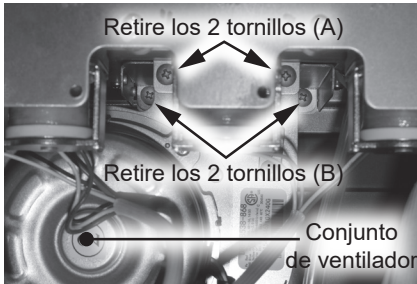
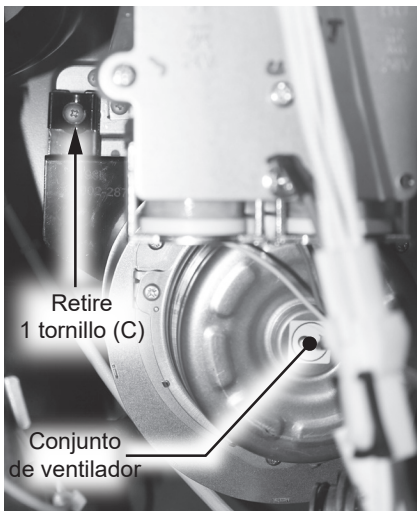

Figura 141 - Ubicación del tornillo del ventilador (A y B)
Figura 142 - Ubicación del tornillo del ventilador (C)
- 29 Ubique los cinco tornillos que fijan el conjunto de ventilador al quemador. Hay dos tornillos que fijan la parte delantera del conjunto de ventilador (A), dos tornillos que fijan la parte trasera del conjunto de ventilador (B) y un tornillo que fija el soporte del ventilador (C) al gabinete del calentador de agua. Consulte Figura 141 y la Figura 142.